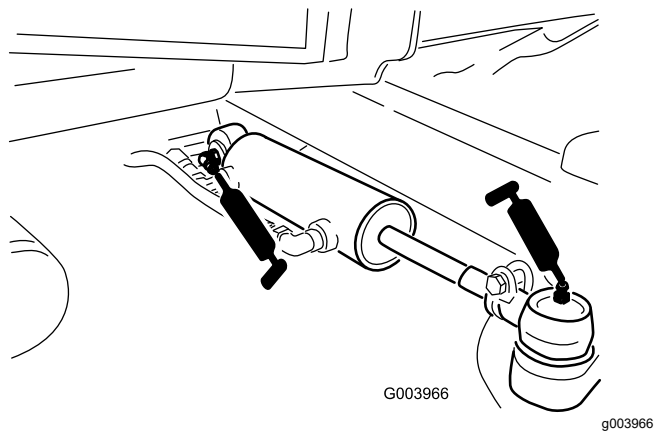

Рисунок 75
- Шаровые опоры гидроцилиндра рулевого управления (2 шт.) (Рисунок 75)